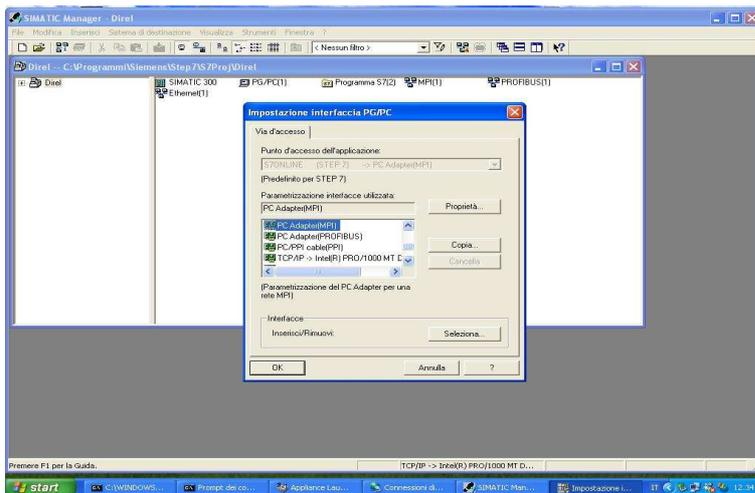

Figura 6: Scelta dell'adapter MPI
2. Selezionare *options* e poi scegliere *Set PG/PC Interface* e poi selezionare *PC ADAPTER MPI* (vedi figura 6)